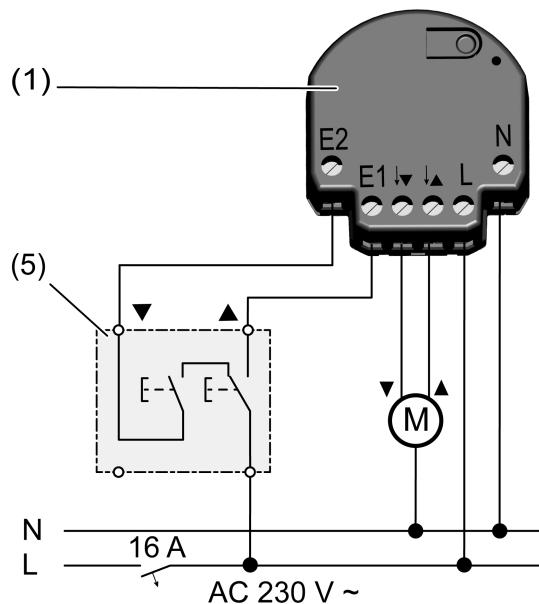
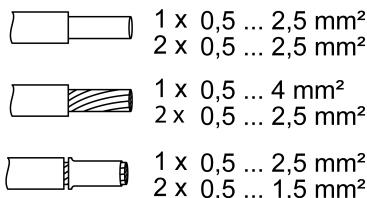

Bild 2: Anschlussplan
Bild 3: Klemmbare Leiterquerschnitte
- Anschluss laut Anschlussplan (Bild 2) vornehmen. Dabei den klemmbaren Leiterquerschnitt beachten (Bild 3).